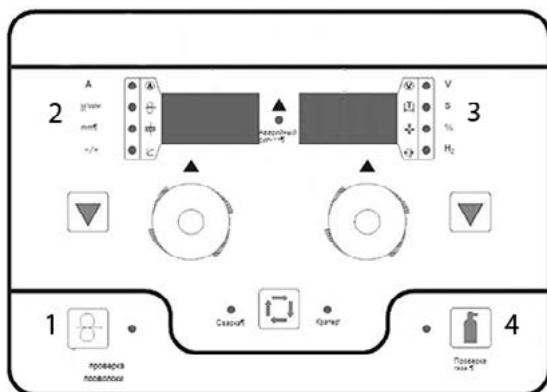

Рис. 6.4. Передняя панель.
7. Панель управления устройств подчи проволочки (см. рис. 6.4)